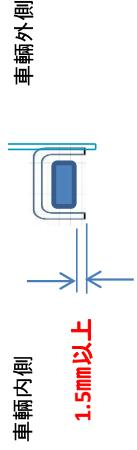

図1 ローラーの掛け代
④ トップフレール部ガイドローラー掛けり代の確認
- 1) トップフレール部のガイドローラーがガイドフレールの直線部で下面から1.5mm以上入り込んでいることを確認する。(図1参照)